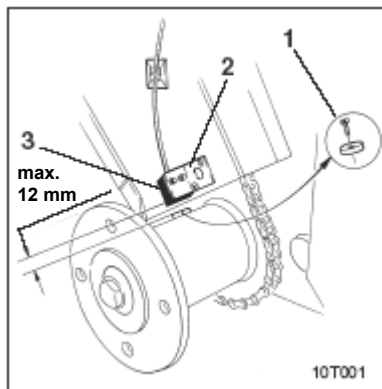

Рис. 9.3
- магнит (рис. 9.3/1) на приводном валу
- держатель датчика (рис. 9.3/2, № по каталогу 950725) с датчиком „HA" (ГА) (рис. 9.3/3) рядом с магнитом (рис. 9.3/1).